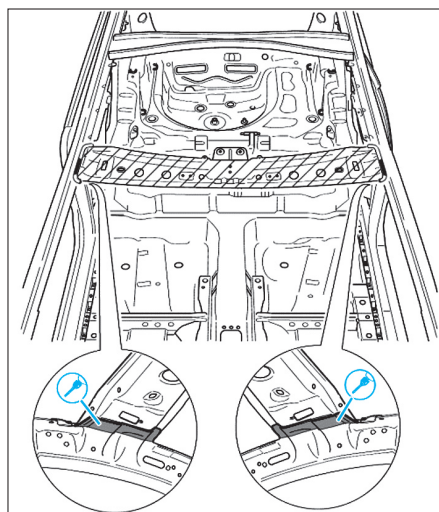

FIG. 92
- Découper la traverse de pavillon comme illustré (Fig.92).